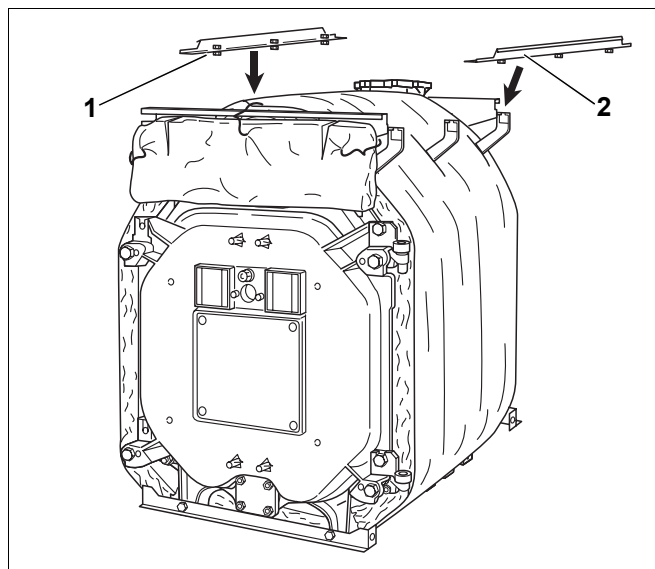

Fig. 45 Montaggio delle guide longitudinali
- Far scorrere le guide longitudinali (fig. 45, [1] e [2]) con le viti premontate nelle cavità dei supporti, come descritto in precedenza, e avvitarle saldamente per mezzo delle viti stesse.